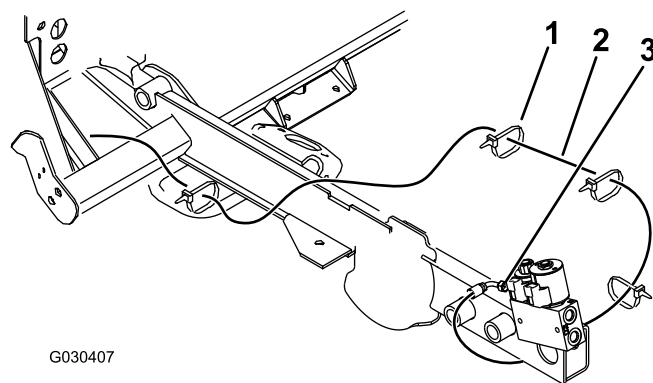

Figura 20
8. Enrute la manguera larga por debajo del bastidor del radiador, por encima del travesaño del bastidor, y a lo largo del larguero del bastidor hasta la válvula (Figura 20).
9. Sujete la manguera larga con 4 bridas (Figura 20;